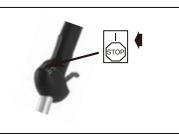

Рисунок 9B
1. Переведите выключатель в положение «ПУСК» (I). (рис. 9B)